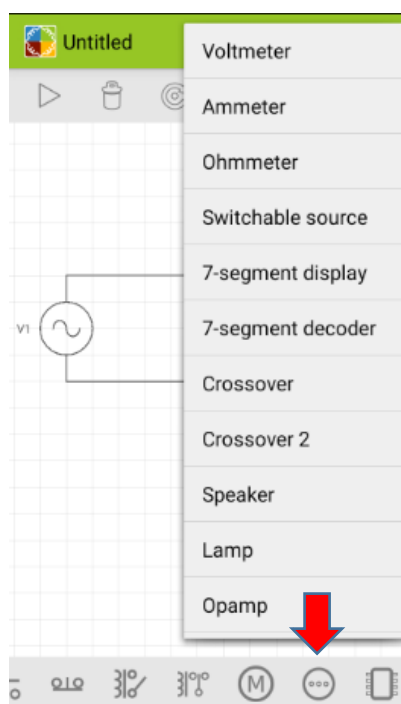

Figura 2.15
2.14 – Por fim, é preciso colocar o voltímetro e o amperímetro para que sejam medidas as tensões e corrente no secundário do transformador. Ambos podem ser seleccionados ao clicar em MISC, a penúltima opção no canto inferior direito da tela (**Figura 2.15**).